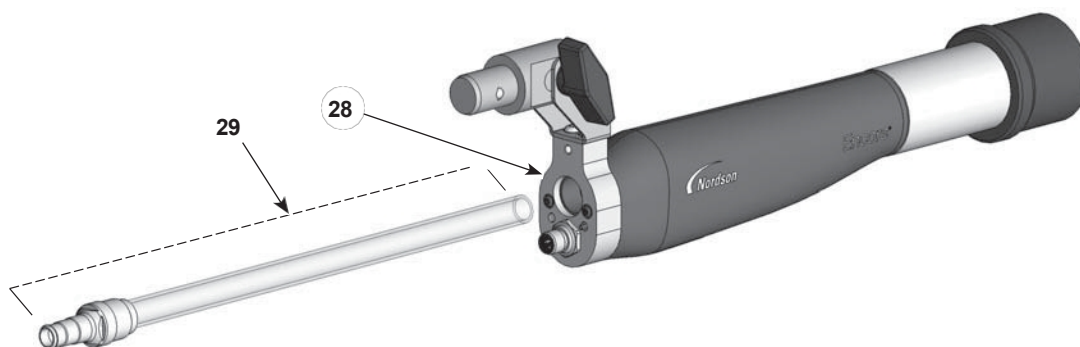

Рисунок 15 Замена порошковой трубки
19. См. рисунок 15. Установите трубку для порошка (22) в адаптер (30), поворачивая ее, чтобы вставить трубку за внутреннее уплотнительное кольцо до полной посадки.